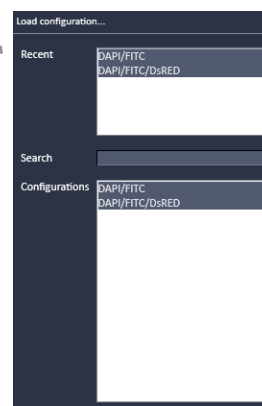

Fig.11 Experiment Manager リスト 画面
- ① **Experiment Manger** の  ボタンをクリックすると、登録されている光路設定リストが開きます。
- ② リスト (Fig.11) の **Recent** または **Experiment Manager** より、目的の光路設定を選択します。